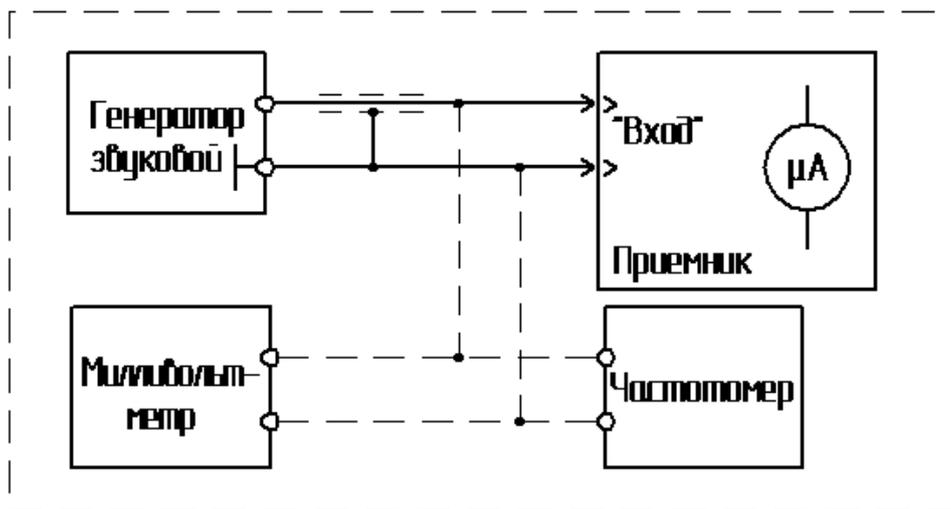

Рис.7. Схема измерения усиления и полосы пропускания приемника.
- а) Проверка ширины полосы пропускания и чувствительности приемника. Проверку проводят по функциональной схеме, приведенной на рис. 7.